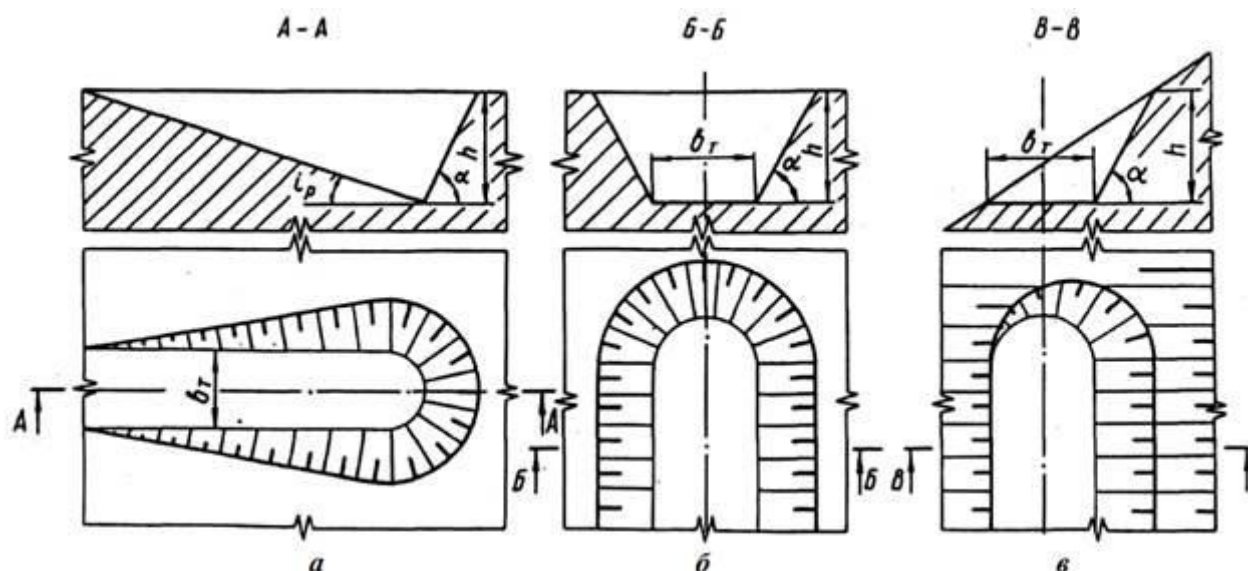

Рис. 3 «Графическое изображение открытых горных выработок»
4. Нарисовать рис. 3 «Графическое изображение открытых горных выработок».